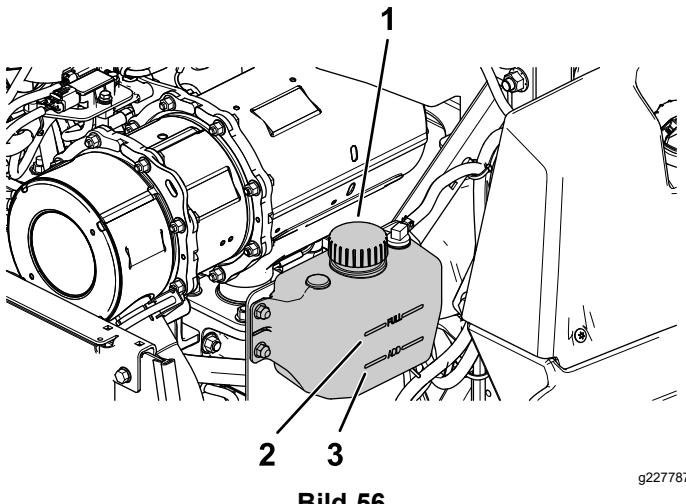

Bild 56
4. Prüfen Sie den Kühlmittelstand im Ausdehnungsgefäß (Bild 56).
5. Wenn der Kühlmittelstand zu niedrig ist, schrauben Sie den Deckel des Ausdehnungsgefäßes ab, und füllen Sie nach angegebene Kühlmittel nach (Bild 56).